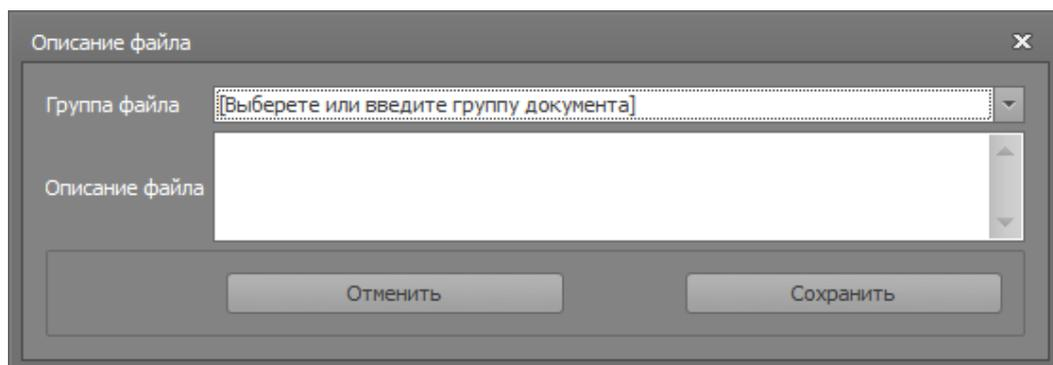

Рисунок 49
- В открывшемся окне – **Описание файла** (рис.49), необходимо указать тип документа и при необходимости добавить текстовое описание документа.